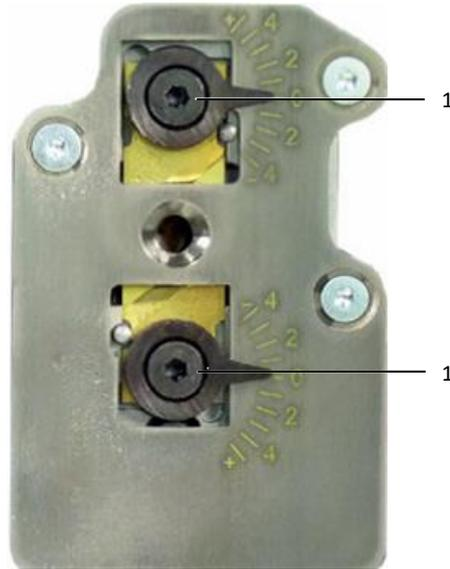

Abb. 15: Abisoliereinheit
- Lösen Sie beide Exzenterschrauben (Abb. 15, Pos. 1) (Innensechskantschlüssel 2,5 mm).